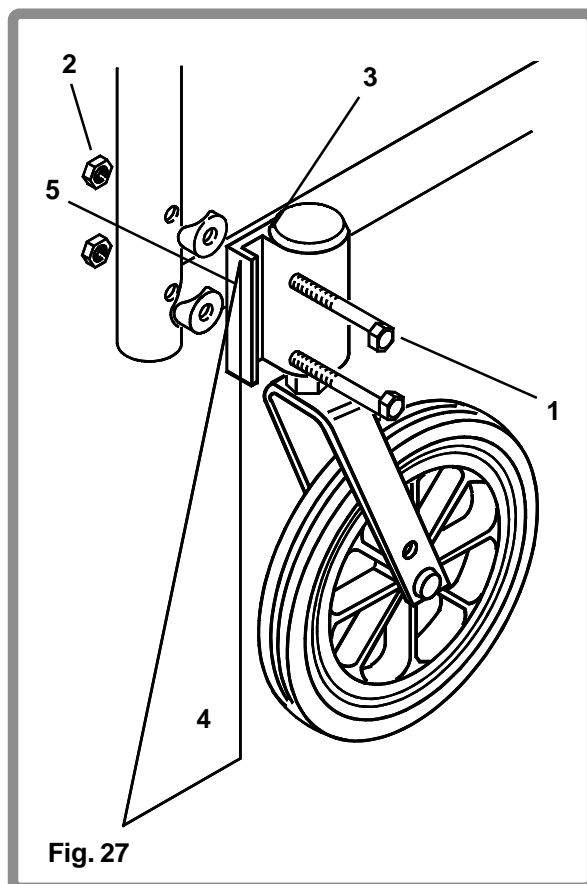

Fig. 27
Pour une performance optimale, le support de fourche (Fig. 27) doit toujours être à 90° par rapport au sol (perpendiculaire au sol). Ce réglage est fait par un mécanisme à boulon d'excentrique (déporté) (1). Pour modifier l'angle, placer le fauteuil sur une surface plane (comme une table.) Retirer les écrous (2) avec une clef plate de 10 mm (2) depuis l'arrière du support de fourche (3). Vous noterez que le support de fourche est fendu sur le côté pour réglage. Placer un objet à angle droit (4) contre la surface plane et la surface avant du support de fourche (5). Aligner l'axe de rotation de la fourche perpendiculairement à la surface plane. Tourner les boulons séparément jusqu'à ce qu'ils soient en position. Lorsque l'alignement est satisfaisant, serrer de nouveau les deux boulons de retenue. Serrer jusqu'à 8-10Nm. Répéter le processus pour l'autre roulette.